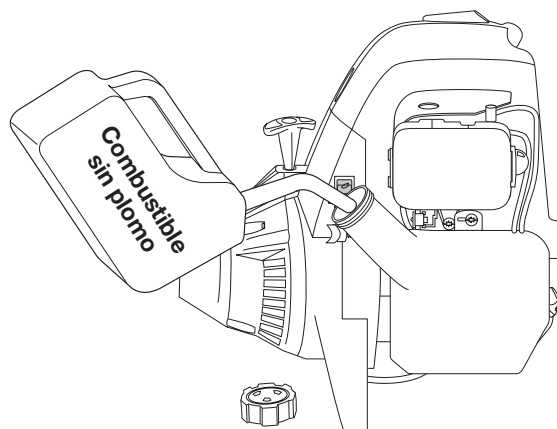

Fig. 18
1. Saque la tapa de la gasolina (Fig. 18).
2. Coloque el pico del recipiente de gasolina en el orificio de llenado del tanque de gasolina (Fig. 18) y llene el tanque.